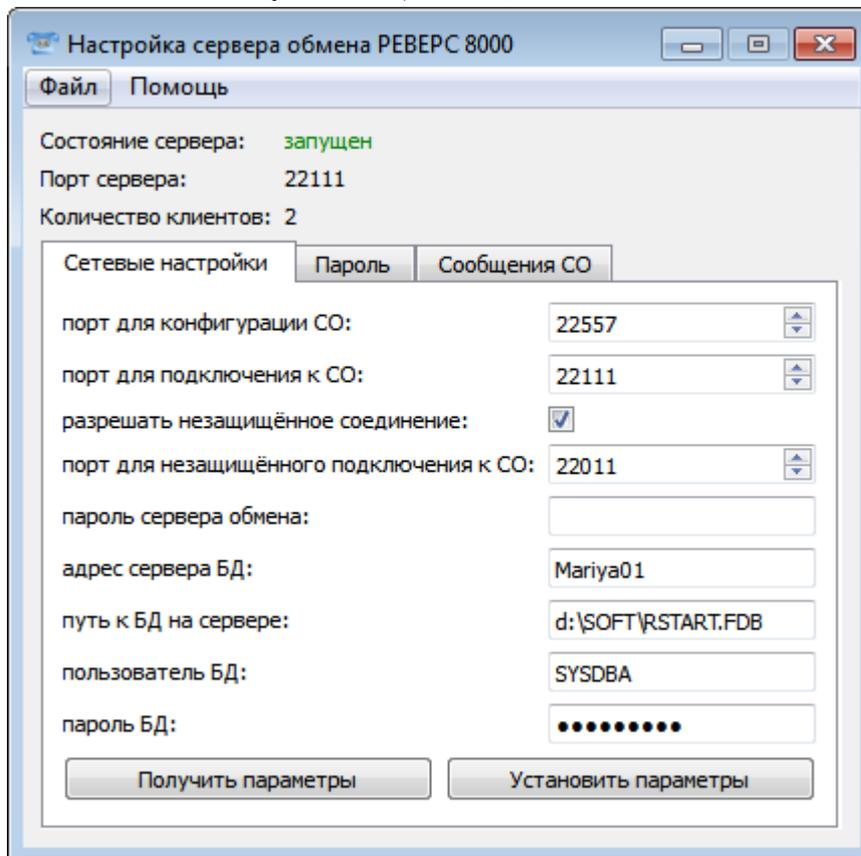

Рис. 11
- Запустите утилиту настройки сервера обмена «Реверс 8000» при помощи исполняемого файла CommunicationServerGui.exe или иконки в меню «Пуск/Все программы/СКУД Реверс 8000/Программное обеспечение/Настройка сервера обмена». На экране появится главное окно утилиты (Рис. 11)
- На вкладке «Сетевые настройки» (Рис. 11) утилиты следует установить:
○ В поле «Порт сервера обмена» – порт для подключения к серверу обмена, указанный на вкладке «Сетевые настройки» утилиты настройки сервера обмена (Рис. 11).
- В поле «Порт сервера обмена» – порт для подключения к серверу обмена, указанный на вкладке «Сетевые настройки» утилиты настройка сервера обмена (Рис. 11).
- В поле «Порт» – порт сервера обмена, который Вы указали в окне «Параметры сервера» (Рис. 11) при настройке параметров сервера обмена.
- В поле «Пароль» – пароль доступа к серверу обмена, аналогичный указанному в окне утилиты настройки сервера обмена (Рис. 11).